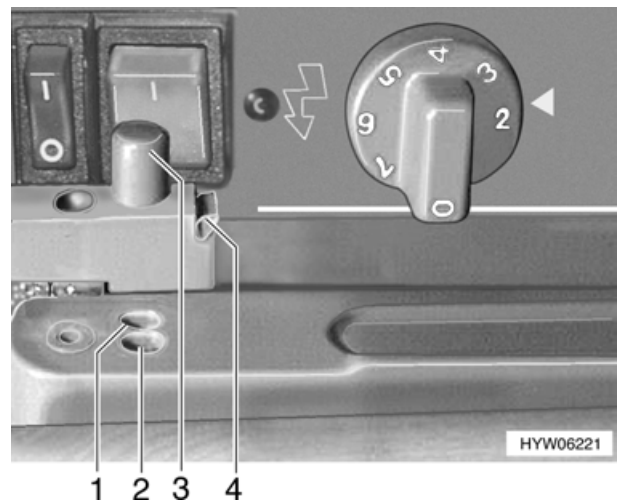

Fig. 52 Bloccaggio della porta del frigorifero (variante 1)
- Premere lateralmente sulla sicura di colore verde (Fig. 52,4) per sbloccare la porta. Il nottolino (Fig. 52,3) scatta all'infuori.
- Premere il nottolino (Fig. 52,3) in modo che scatti nella tacca di arresto esterna (Fig. 52,2).
- Premere il nottolino (Fig. 52,3) in modo che scatti nella tacca di arresto interna (Fig. 52,1). In questo modo la porta rimane ferma in posizione socchiusa.